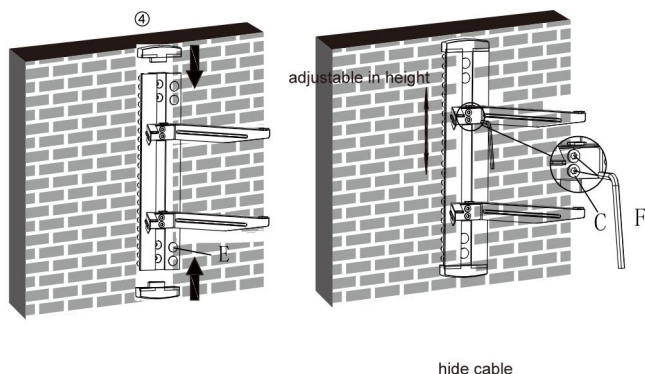

fig.3.2
- Setzen Sie jeweils zwei dekorative Abdeckungen an der Ober- und Unterseite der Wandplatte ein und montieren Sie vier Kunststoffabdeckungen wie in Abb. 3.2 gezeigt.
- Sie können die Höhe der Glashalter nach Bedarf anpassen. Lösen Sie die Schrauben mit einem 3mm Inbusschlüssel (aber nicht entfernen), um die Glashalter auf die gewünschte Höhe einzustellen und dann die Schrauben mit einem 3mm Inbusschlüssel festzuziehen, wie in Abb. 3.2 dargestellt.